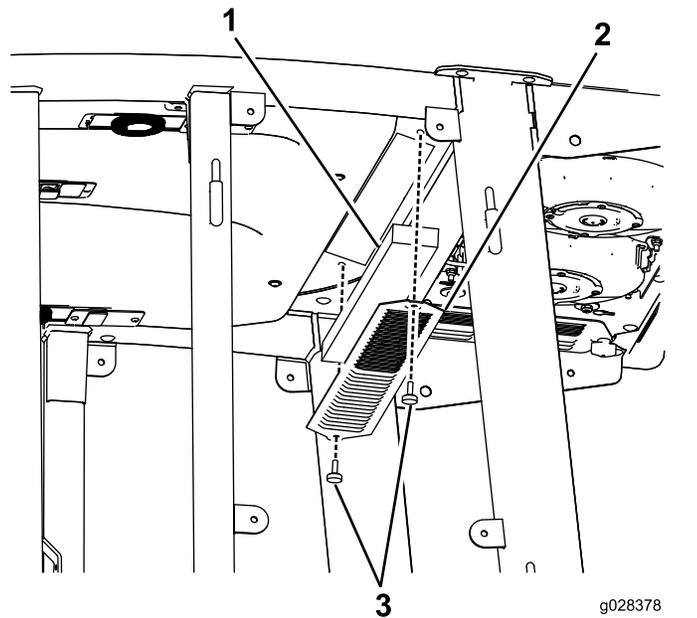
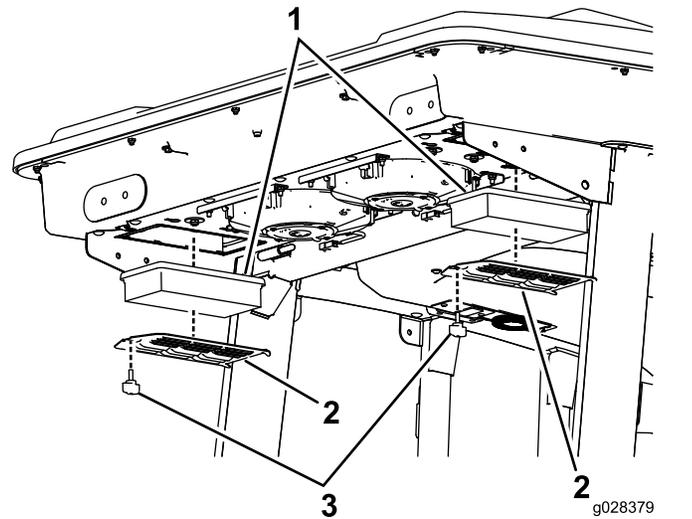
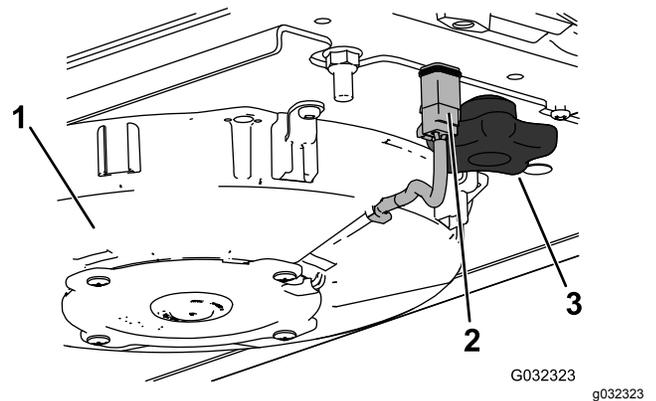
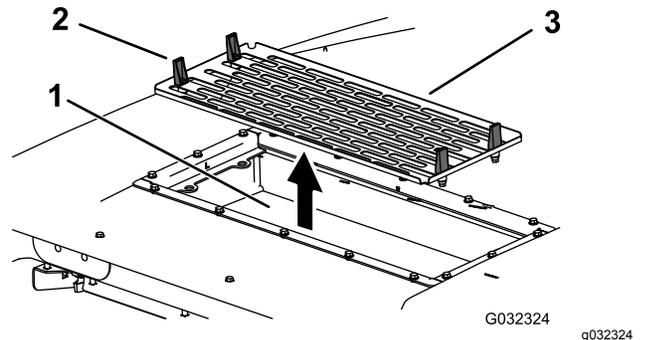

Bild 92
Bild 93
Bild 95
Bild 96
1. Nehmen Sie die Schrauben und Gitter von den internen und hinteren Kabinenluftfiltern ab (Bild 92 und Bild 93).
4. Entfernen Sie die Luftfilter (siehe Bild 93).
6. Bauen Sie Luftfilter, Gitter und Klimaanlage wieder ein (Bild 93, Bild 95 und Bild 96).
7. Schließen Sie das Kabel jedes Lüfters an (Bild 95).